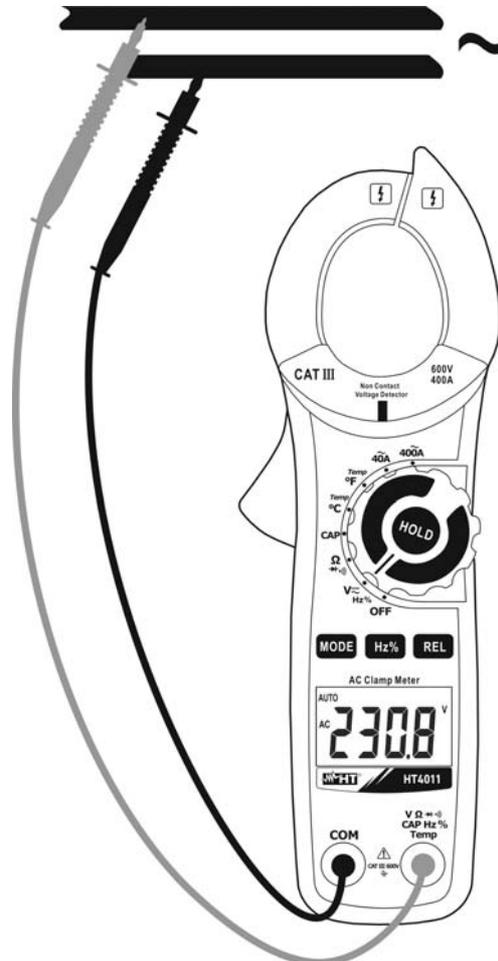

Fig. 3: Uso de la pinza en medida de Tensión CA
3. Inserte el cable rojo en el terminal de entrada $V\Omega \rightarrow \rightarrow \rightarrow) CAP Hz \% Temp$ y el cable negro en el terminal de entrada **COM** (Fig. 3)